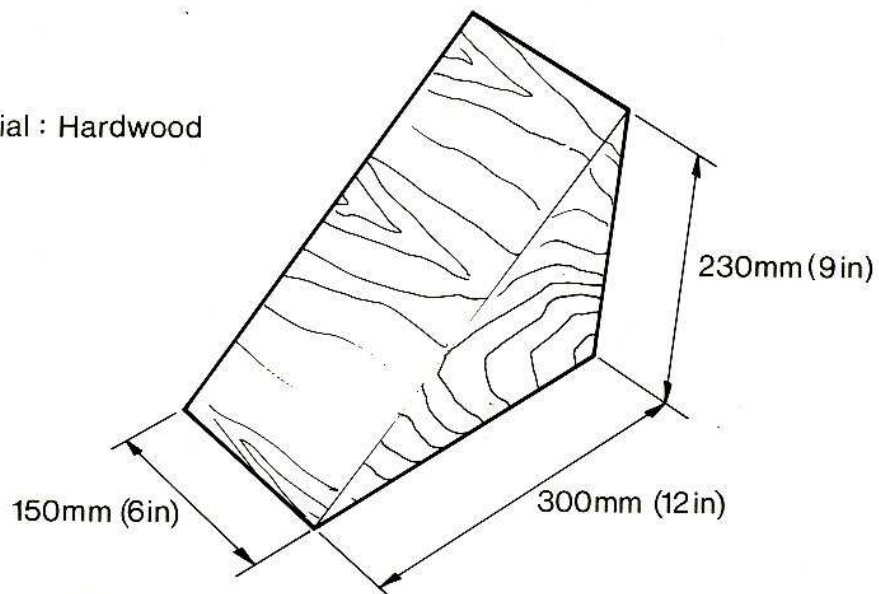

FIG. 20
4 cales de roue (voir Fig. 20)
3. Placer une cale de roue (Fig. 20) à l'avant et derrière chaque roue arrière.